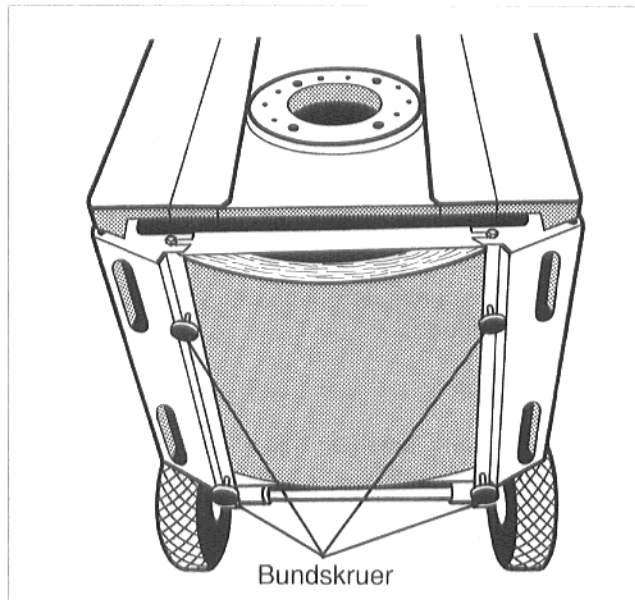

Fig. 4
- Ved brug af Buderus-sækkevogn skal sækkevognen vippes 90°. Uden sækkevogn skal kedlen vippes let bagud. Kedlen støttes og sikres mod at glide således, at de fire bundskruer problemøst kan skrues ind i vinkelskinnerne (Fig. 4).